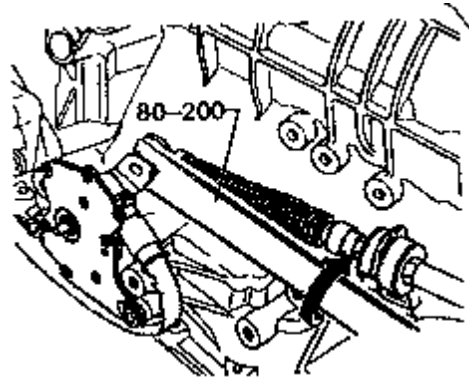

图 8-50 撬下变速杆拉线
(26) 如图 8-50 所示，撬下变速杆拉线，拆下发动机/变速箱上部连接螺栓。